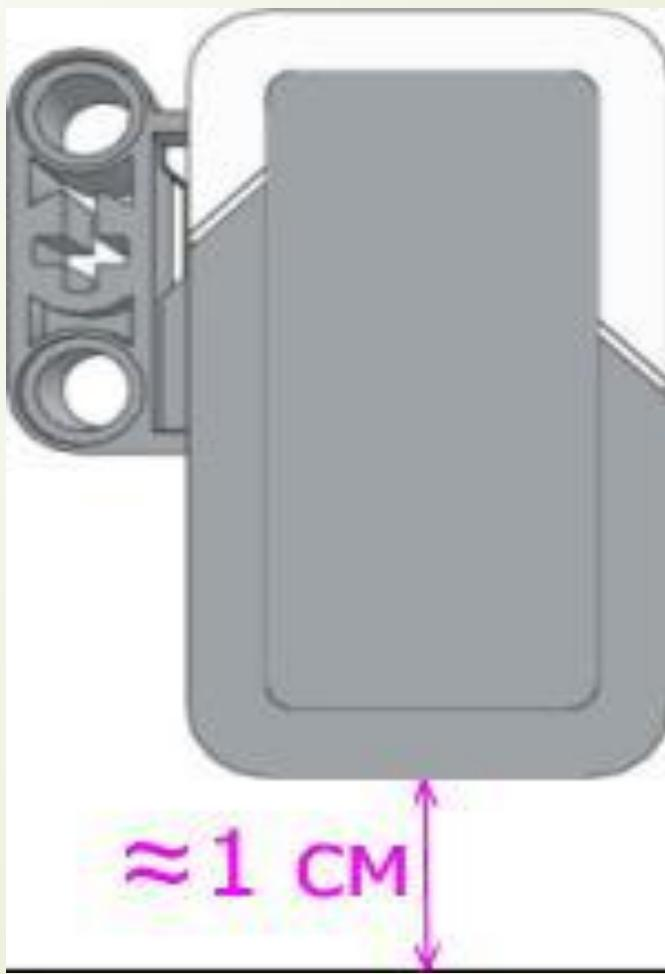

Рис. 9
- Итак, мы приступаем к изучению следующего режима работы датчика цвета, который называется "**Яркость отраженного света**". В этом режиме датчик цвета направляет поток красного света на близкорасположенный предмет или поверхность и измеряет количество отраженного света. Более темные предметы будут поглощать световой поток, поэтому датчик будет показывать меньшее значение, по сравнению с более светлыми поверхностями. Диапазон значений датчика измеряется от **0** (очень темный) до **100** (очень яркий). Данный режим работы датчика цвета используется во множестве задач по робототехнике, например, для организации движения робота по заданному маршруту вдоль черной линии, нанесенной на белое покрытие. При использовании этого режима рекомендуется располагать датчик таким образом, чтобы расстояние от него до исследуемой поверхности составляло примерно **1 см** (**Рис. 9**).